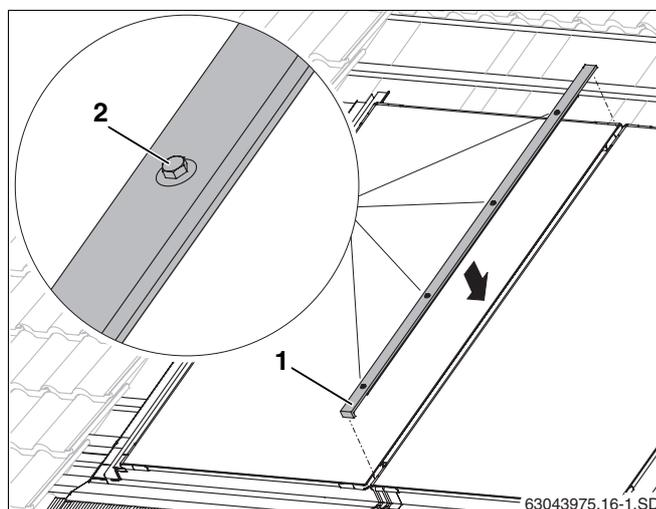

Fig. 50 Listello di copertura centrale
- Inserire premendo il listello di copertura (fig. 50, **pos. 1**) nello spazio tra due collettori con la smussatura rivolta verso il basso, e centrarlo.
- Chiudere a mano le viti (fig. 50, **pos. 2**) con chiave SW8, iniziando dal basso.